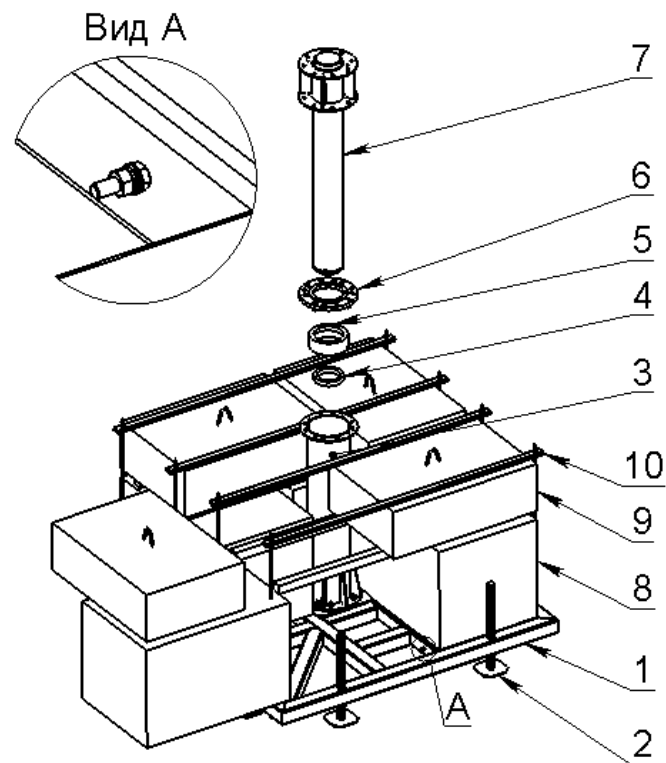

Рисунок 2
- а) Основание поз 1 установить на аутригеры. Предварительно согнуть регулировочную гайку до упора. Присоединить заземляющий трос к болту заземления (рис. 2) Вид А ;